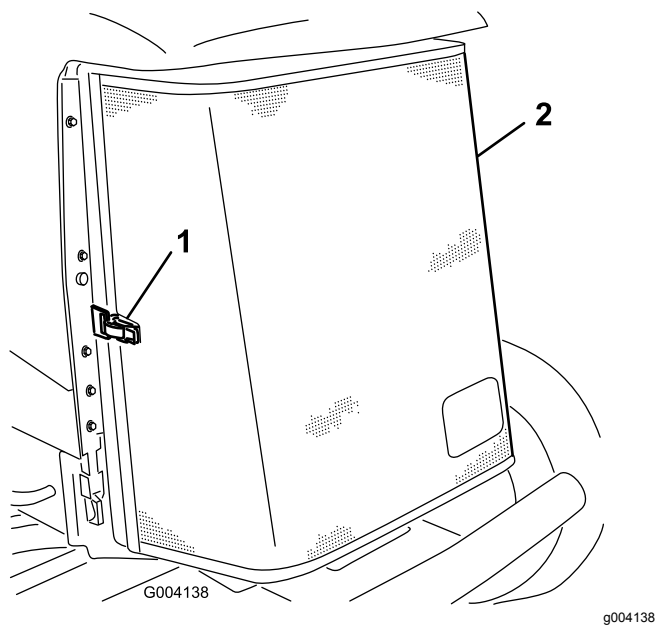

Bild 82
3. Entriegeln Sie den Riegel und drehen Sie das hintere Gitter auf (**Bild 82**).